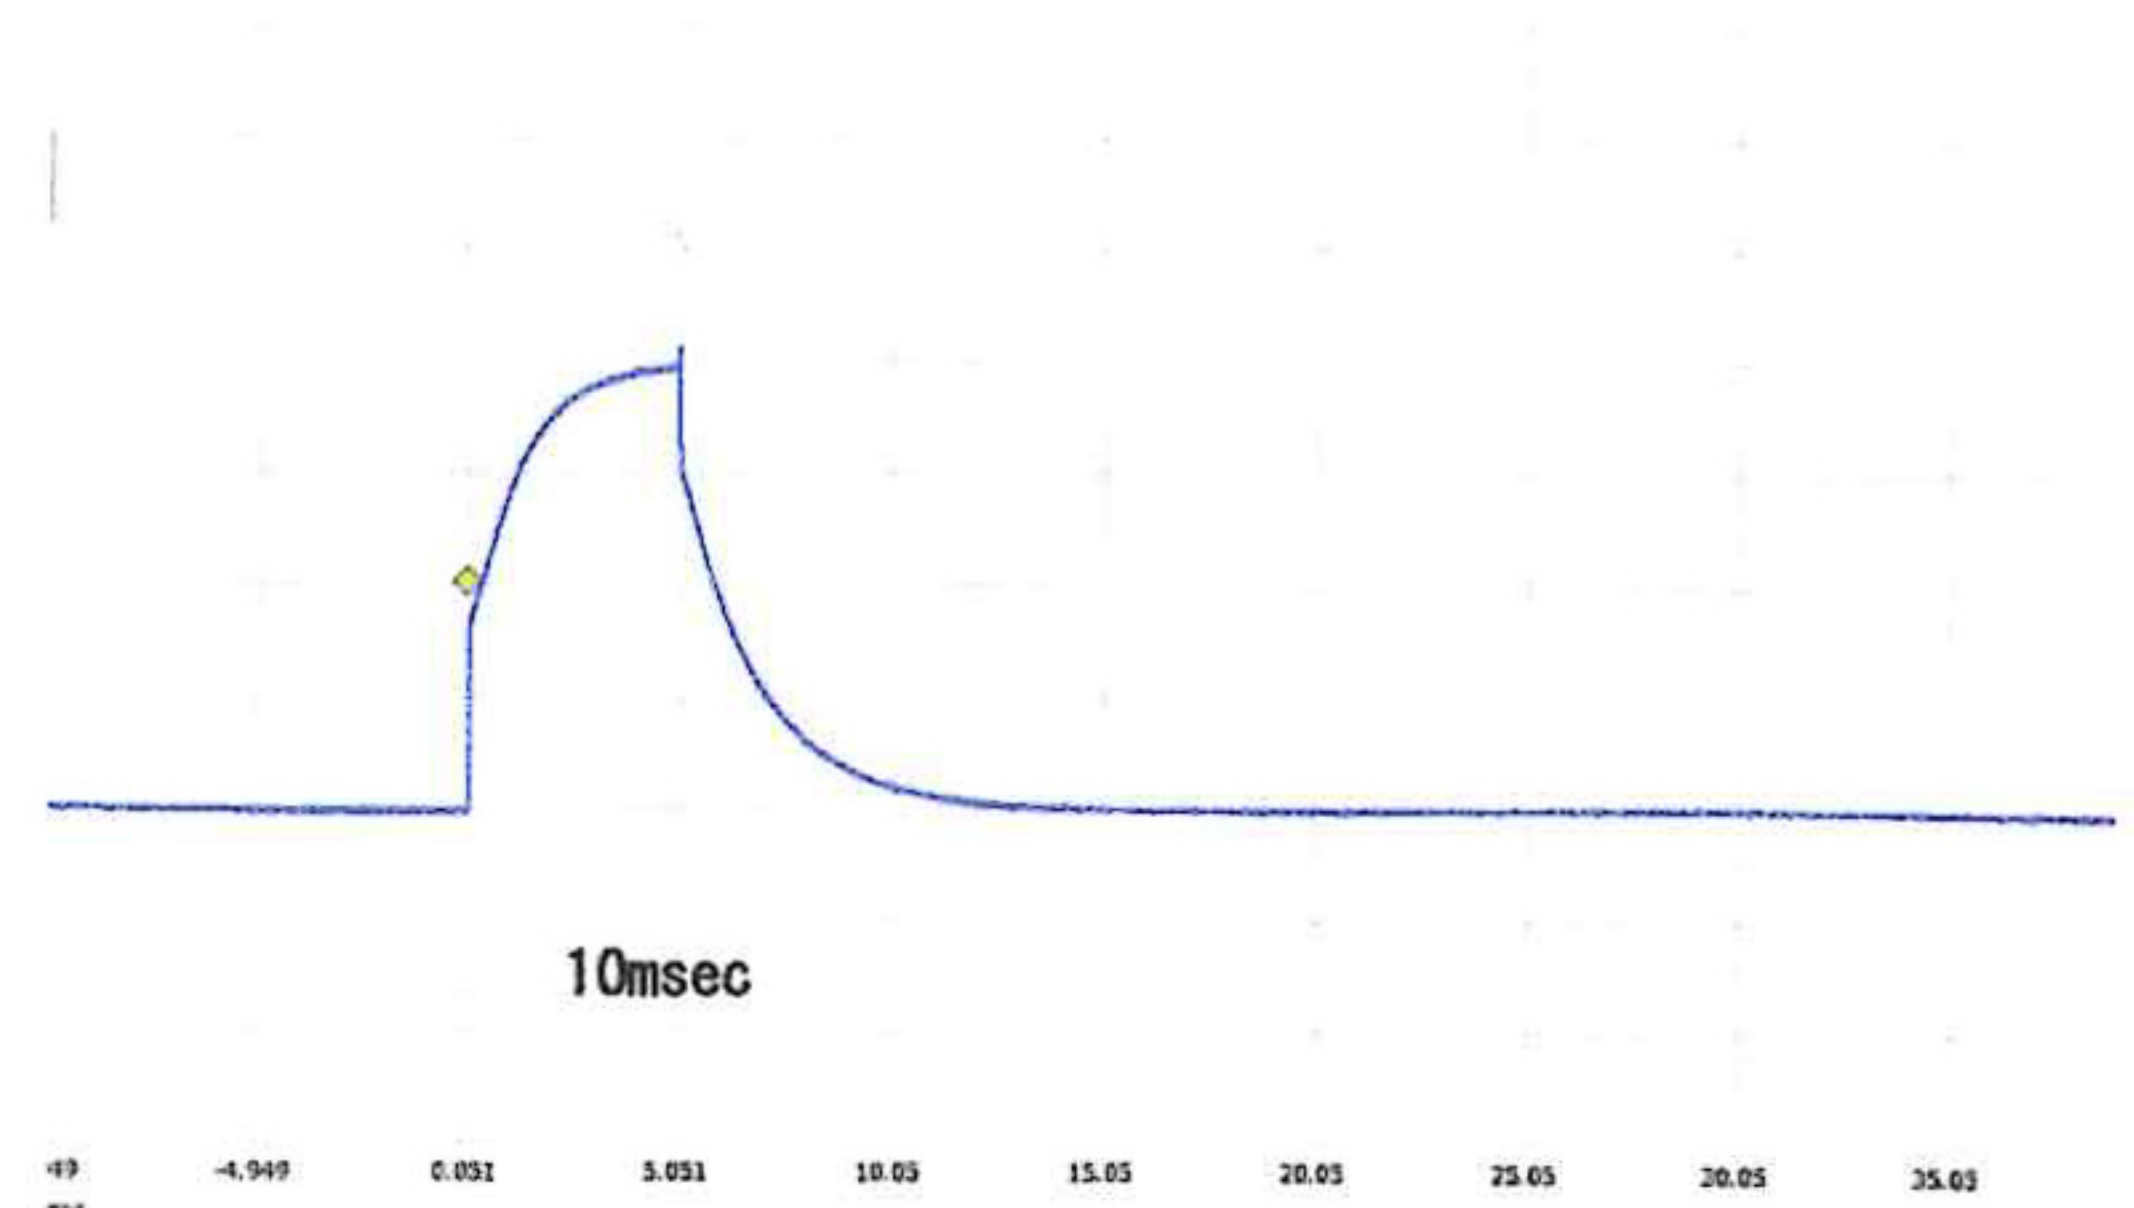

図6 電気印刷した時の電圧波形
- ② 印刷速度が速い。静電潜像を 1/100 秒で印刷できる。(図6)
- ③ エッチング法に比べてプロセスが環境にやさしい。使用する水やエネルギー、廃棄物がおよそ 1/10 になると言われている。1)